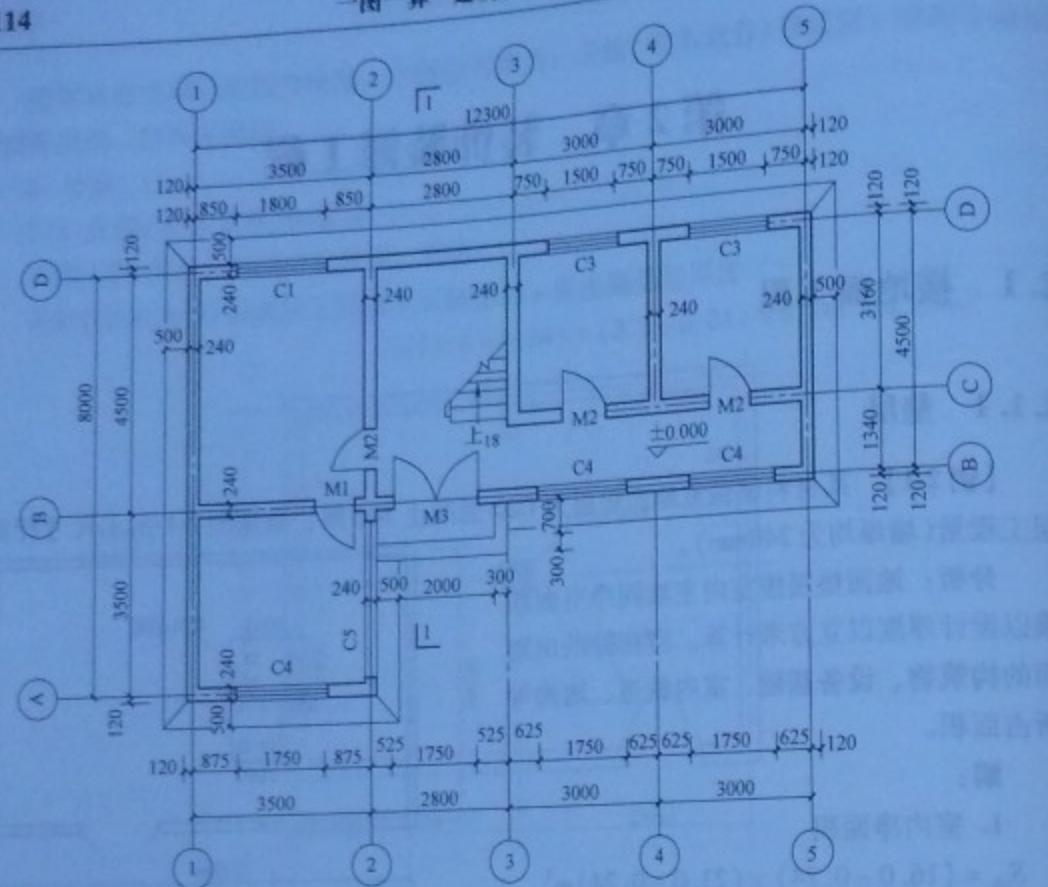

图 2-2 底层平面图
**【例 2-2】** 如图 2-2 所示, 地面垫层厚度为 100mm, 设计采用 C10 素混凝土, 计算垫层工程量。